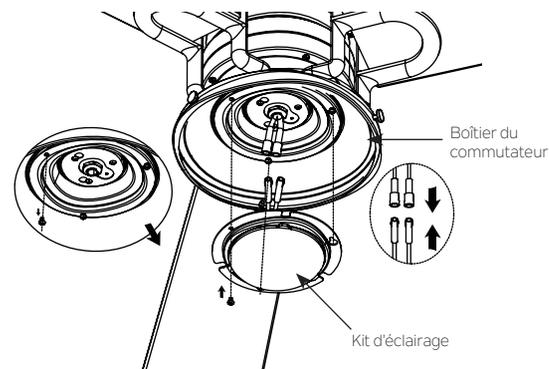

Fig. 21
Étape 1. Tenez le kit d'éclairage près du boîtier du commutateur et connectez les fils BLANCS du kit d'éclairage et du ventilateur en poussant les connecteurs ensemble. Suivez la même procédure avec les fils NOIRS. (Fig. 21).
Étape 2. Rassemblez soigneusement les connexions dans le kit d'éclairage. Retirez l'une des trois vis pré-installées sur le boîtier du commutateur et conservez-la pour une utilisation ultérieure. Desserrez les deux autres (ne les retirez pas). Placez les deux fentes du kit d'éclairage sur les deux vis préalablement desserrées du boîtier de l'interrupteur. Faites pivoter le kit d'éclairage jusqu'à ce qu'il se verrouille en place à l'extrémité étroite des trous de serrure. Fixez-le en serrant les 2 vis précédemment desserrées et celle précédemment retirée. (Fig. 21)